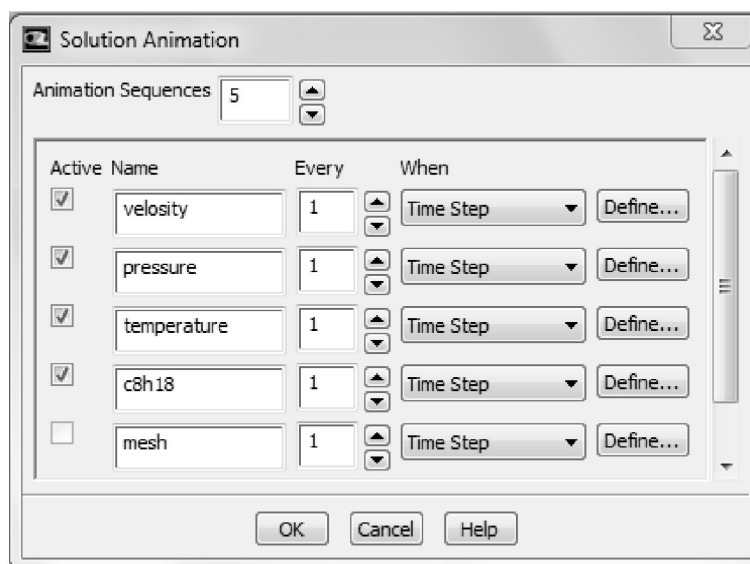

Рисунок 2.37 – Меню задания анимации
- ж) В окне *Solution Animations* (рисунок 2.37) в пятой строчке вводится имя *mesh*.